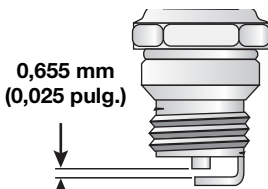

Fig. 36
- de aire a 0,655 mm (0,025 pulgadas) utilizando un calibrador (Fig. 36).